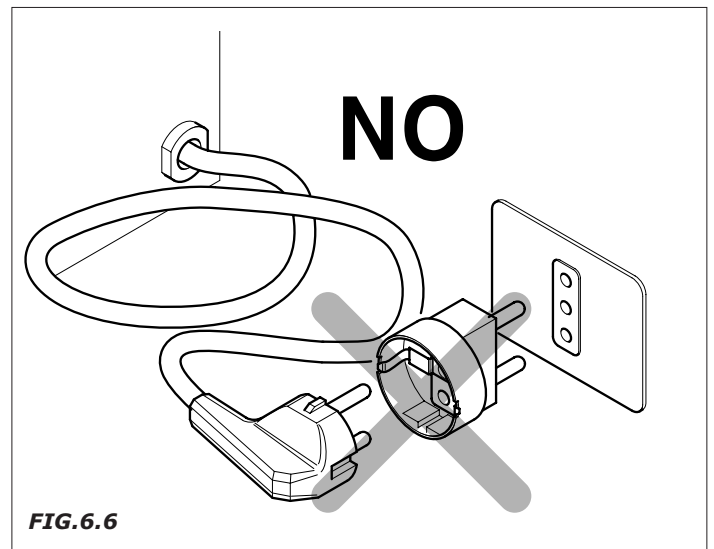

FIG.6.6
- Queda prohibido utilizar de alargadores, adaptadores o enchufes múltiples (Fig.6.6).